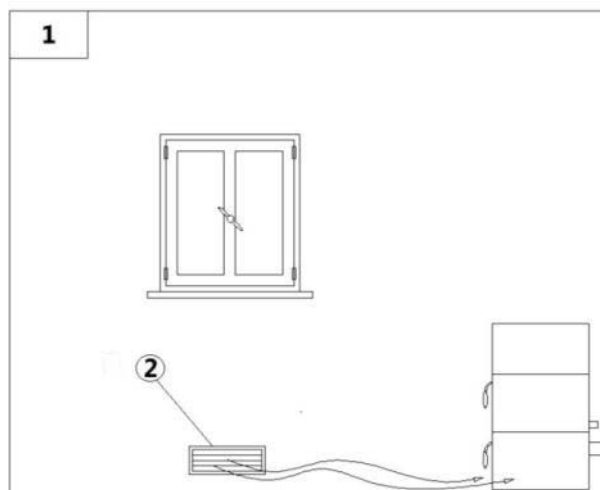

Fig. 10 - Afflusso d'aria diretta
LEGENDA	Fig. 10
- L'afflusso dell'aria tra l'esterno ed il locale può avvenire per via diretta, tramite apertura su parete esterna del locale (vedi **Fig. 10**).